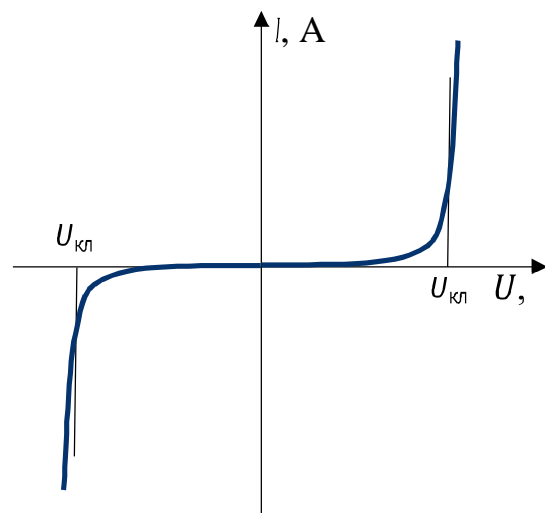

Рисунок 3.2 – ВАХ варистора
5. Поместить первый из исследуемых резисторов в нагревательный элемент, подключить выводы резистора к шинам, к этим же шинам подключить мультиметр DT890B+. Собранный элемент должен соответствовать рис. 3.2.
увеличивается сверх определенного значения. Вольтамперная характеристика варистора (рис. 3.2) симметрична относительно начала осей координат. Варисторы изготавливают методами керамической технологии из карбида кремния или оксидов металлов. Уменьшение сопротивления с ростом напряжения связано с падением сопротивления контактов между зернами SiC или оксида. Это происходит вследствие нелинейного роста тока через  $p-n$ -переходы, образующиеся на этих контактах, в результате автоэлектронной эмиссии из острых участков зерен. Основными параметрами варисторов являются классификационное напряжение  $U_{кл}$ , максимально допустимая выделяемая энергия  $W$  и средняя рассеиваемая мощность.